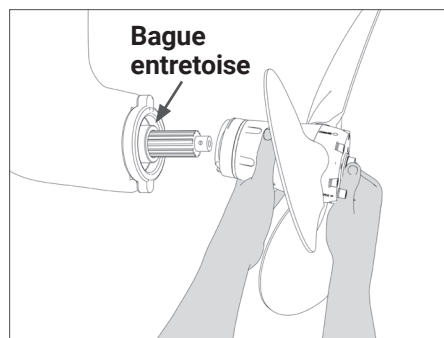

FIG. 1 Insertion de l'hélice sur l'arbre Sail-Drive
- Introduire le groupe complet de l'hélice sur l'arbre du pied Sail-Drive (**Fig. 1 et 2**) et le maintenir dans cette position avant de le fixer.